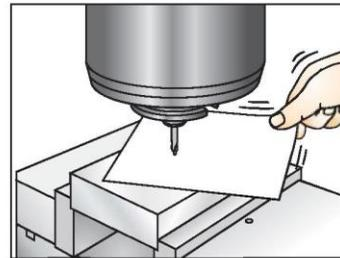

Рисунок 3.15 - Настройка коррекции на инструмент
3. Нажмите «Handle Jog» (маховичок толчковой подачи) (рис. 3.15, указатель А).
4. Нажмите .1/100. (рис. 3.15, указатель В) (Фрезерный станок будет перемещаться быстрее при вращении маховичка).
5. Выберите ось X или Y (рис. 3.15, указатель С) и с помощью маховичка толчковой подачи (рис. 3.15, указатель D) или клавишами ручного управления подведите инструмент к центру детали.
6. Нажмите +Z (рис. 3.15, указатель E).
7. Маховичком толчковой подачи (рис. 3.15, указатель D) переместите ось Z примерно на 1" выше детали.
8. Нажмите .0001/.1. (рис. 3.15, указатель F) (Скорость перемещения фрезерного станка при вращении маховичка будет низкой).
10. Нажмите «Offset» (коррекция) (рис. 3.15, указатель G) до появления страницы с заголовком «Coolant - Length - Radius» (СОЖ - длина - радиус) и пролистайте до инструмента #1.
11. Установите курсор (рис. 3.15, указатель I) на «Geometry» (геометрия) для позиции #1.
12. Нажмите «Tool Offset Mesur» (измерение коррекции на инструмент) (рис. 3.15, указатель J).
13. Если в устройстве смены инструмента установлено несколько инструментов, то нажмите «Next Tool» (следующий инструмент) (рис. 3.15, указатель K).